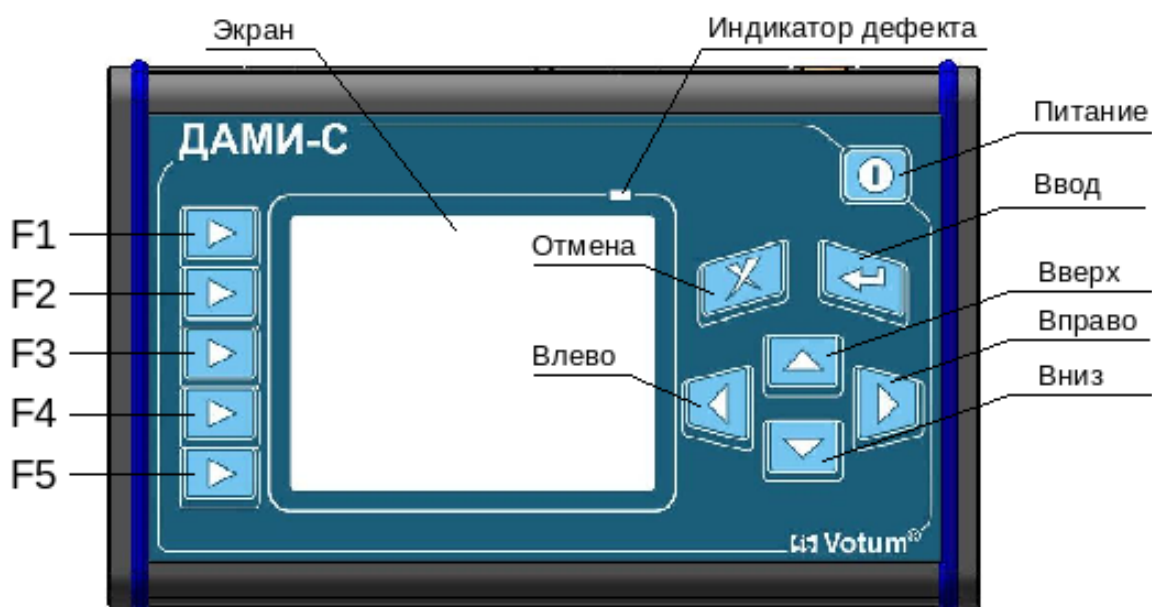

Рис.1. Передняя панель.
Органы управления и индикаторы ДАМИ-С09 расположены на передней панели (Рис.1).
6.1.1 Нажать кнопку  на передней панели в ДАМИ-С09 (Рис.1) и удерживать в течение 1-й секунды, при этом на передней панели загорится красный светодиод. Если при нажатии кнопки прибор не включается (полностью разряжена аккумуляторная батарея) необходимо подключить сетевой адаптер и повторно нажать .
Функциональное меню представляет из себя ряд управляющих элементов, расположенных в левой части экрана (**Рис. 6**). Каждому элементу меню соответствует функциональная кнопка (**Рис.1**).